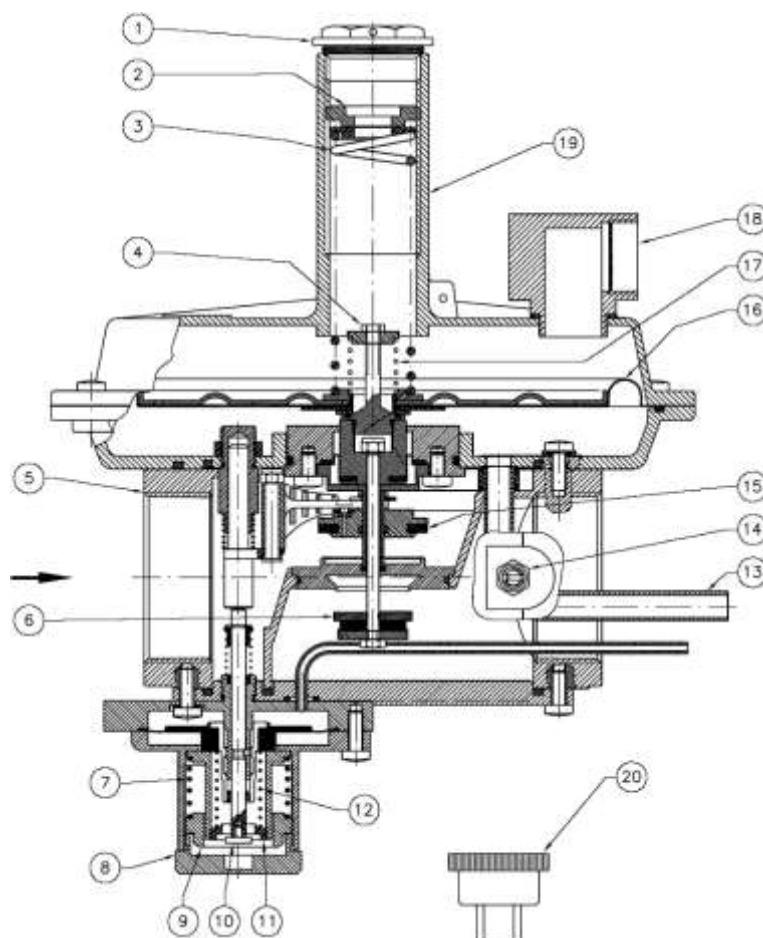

Рис. 1
Регулятор (рис. 1) состоит из: запорный колпачок (регулятор) (1); регулировочный винт выходного давления (2); пружина настройки выходного давления (3); настройка сбросного клапана (4); корпус (5); затвор регулятора (6); пружина настройки ПЗК по избыточному давлению (7); защитный колпачок (ПЗК) (8); регулировочный винт ПЗК по избыточному давлению (9); рычаг взвода ПЗК (10); настройка ПЗК по недостаточному давлению (11); пружина настройки ПЗК по недостаточному давлению (12); встроенная импульсная трубка (13); штуцер измерения давления на выходе (14); затвор ПЗК (15); рабочая мембрана (16); пружина сбросного клапана (17); сбросное отверстие избыточного давления $G \frac{3}{4}''$ (18); воронка (19); ключ для настройки ПЗК (20).
Регулятор (рис. 1) состоит из: регулировочный винт выходного давления (1); пружина настройки выходного давления (2); пружина настройки ПСК (3); верхний диск мембраны (4); винты (5); корпус (6); защитный колпачок ПЗК (7); затвор ПЗК (8); нижняя крышка (9); гайка обтюлятора (10); корпус отсека мембраны (11); компенсирующая мембрана (12); пружина возврата штока ПЗК (13); рабочая мембрана ПЗК (14); пружина настройки ПЗК по избыточному давлению (15); регулировочный винт ПЗК по избыточному давлению (16); настройка минимального предела ПЗК (17); регулировочный винт ПЗК по недостаточному давлению (18); пружина настройки ПЗК по недостаточному давлению (19); воронка (20); шток обтюлятора (21); обтюратор (22); штуцер измерения давления на выходе (23); рабочая мембрана (24); антипылевой колпачок (25); винт настройки ПСК (26); защитный колпачок (регулятора) (27); ключ для настройки ПЗК (28).